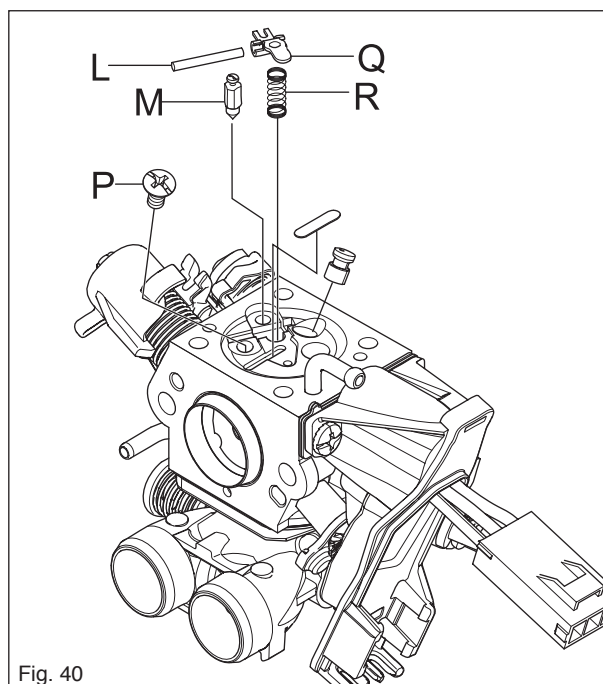

Fig. 40
4. Monter la soupape à aiguilles M avec le bras de levier Q, l'arbre L et le ressort R et serrer la vis P. Monter la plaque d'extension, voir figure 40.